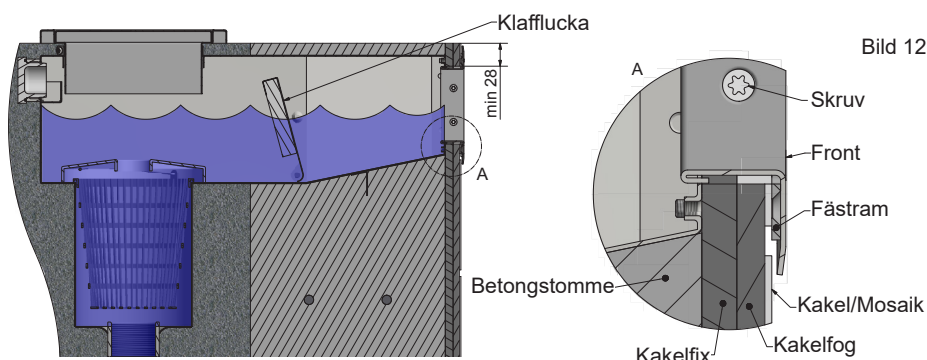

Bild 12.
10. Montera fronten i fästramen och fixera den med medföljande skruvar (4st M5x12) i andra och åttonde hålet, se bild 12.